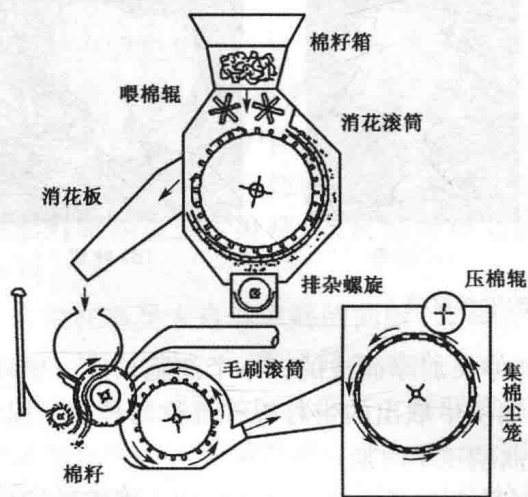

图 1-4 锯齿轧花机轧花原理图
(1) **锯齿轧花与锯齿棉** 锯齿机是棉花加工的主要设备。它的工作原理是利用几十片圆锯片的高速旋转,对籽棉上的纤维进行勾拉,通过间隙小于棉籽的肋条的阻挡,使纤维与棉籽分离(图 1-4)。